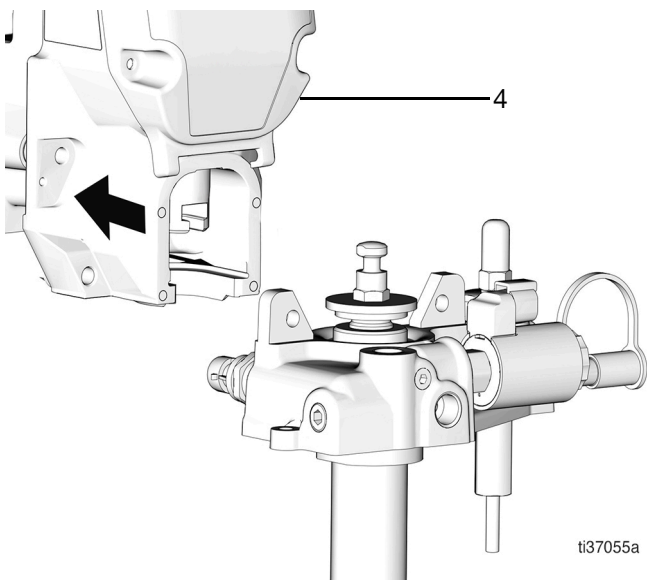

Рис. 34
13. Потяните вверх нижнюю секцию, чтобы отделить ее от головки редуктора (4) (Рис. 34).